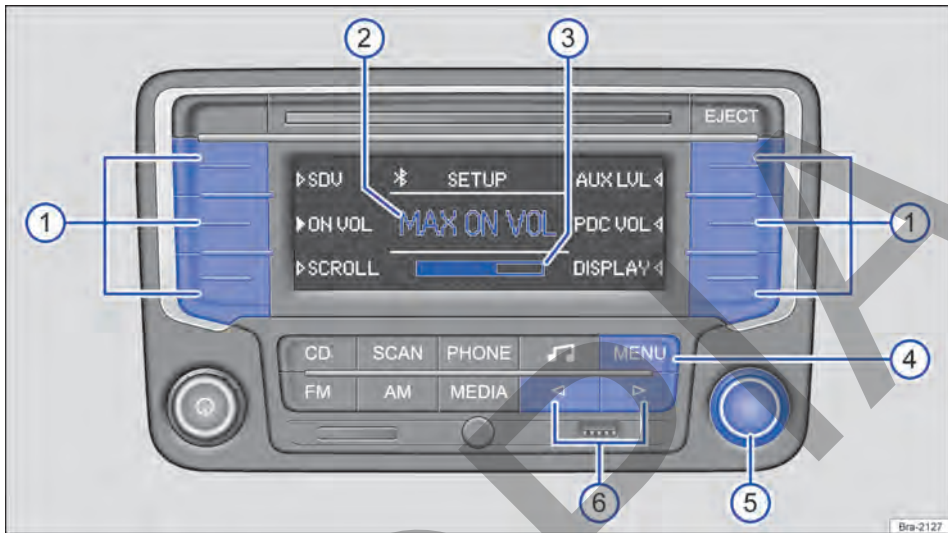

Fig. 144 Menú SETUP: defina el volumen inicial.
- Pulse la tecla del equipo **MENU** en cualquier menú → fig. 144 ④.
- Pulse las teclas de función para abrir el menú de ajuste correspondiente → fig. 144 ①.
- Gire la tecla de ajuste para modificar el ajuste actual → fig. 144 ⑤.
- **O:** pulse brevemente la tecla del equipo **◀** o **▶** para modificar el ajuste actual → fig. 144 ⑥.
- **O:** si se pulsa brevemente la tecla del equipo **MENU** → fig. 144 ④.
→ fig. 144 ② y, debajo, la barra de volumen
→ fig. 144 ③.